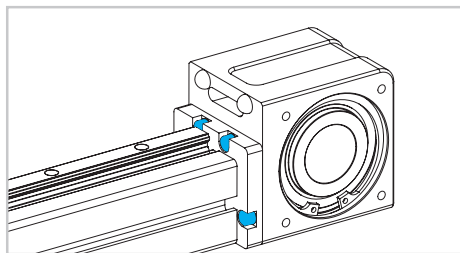

Abb. 8
- Für Baugrößen 30 und 50: Lösen Sie die vier Schrauben an der Verbindungsplatte (Abb. 8).